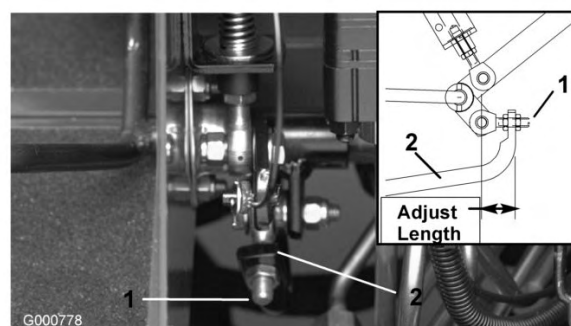

Figure 72
4. Réglez les écrous de blocage à l'extrémité de la tige de la pompe pour avancer le tube de commande et éliminer le déplacement en marche avant ou le reculer et éliminer le déplacement en marche arrière (Figure 72).